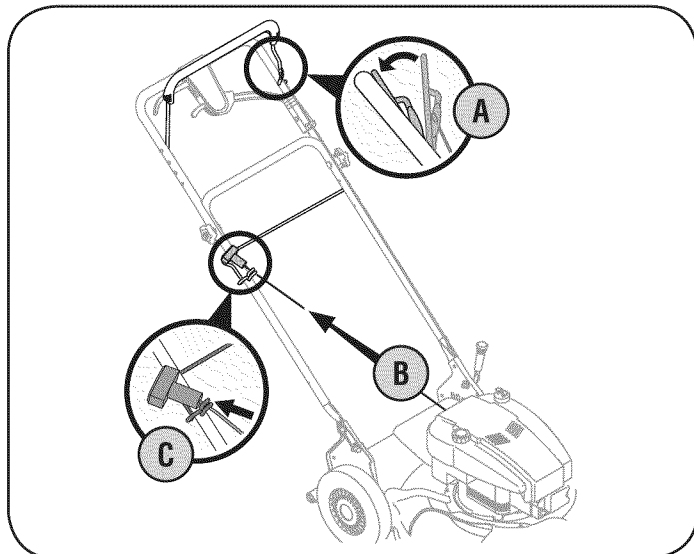

Figura 3
3. La guía de la cuerda, que está conectada a la varilla de sostén, se encuentra sobre el lado derecho de la manija inferior. Vea la Figura 3.